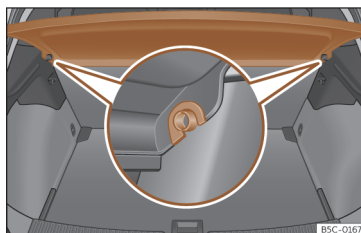

Fig. 172 En el maletero: desmontar y montar la bandeja.
- Desencaje la bandeja de los soportes laterales >>> **fig. 172** tirando de ella hacia arriba y extraiga la bandeja.
- Introduzca la bandeja horizontalmente haciendo coincidir la “herradura” sobre el eje de los soportes >>> **fig. 172**, y presione hacia abajo hasta que encastre.